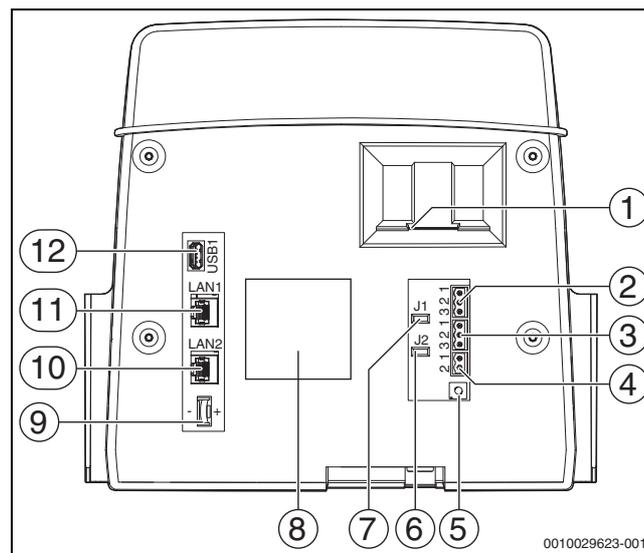

Fig. 4 Connessioni unità di servizio
La batteria (sul retro dell'unità di servizio) assicura che con il termoregolatore spento o in caso di caduta di tensione siano mantenute la data e l'ora (→ fig. 4, [9], pag. 9).
- sul retro dell'unità di servizio ai morsetti per collegamento EMS (→ fig. 4, [4], pag. 9) con
Per generatori di calore (per es. unità di cogenerazione) che vengono collegati tramite il Modbus-RTU (→ fig. 4, [3], pag. 9):